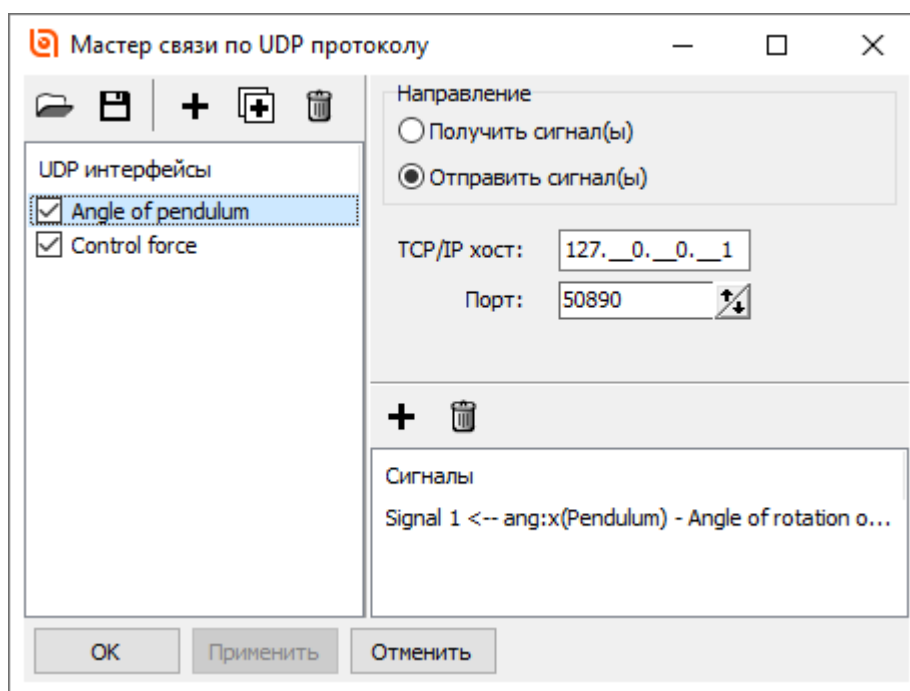
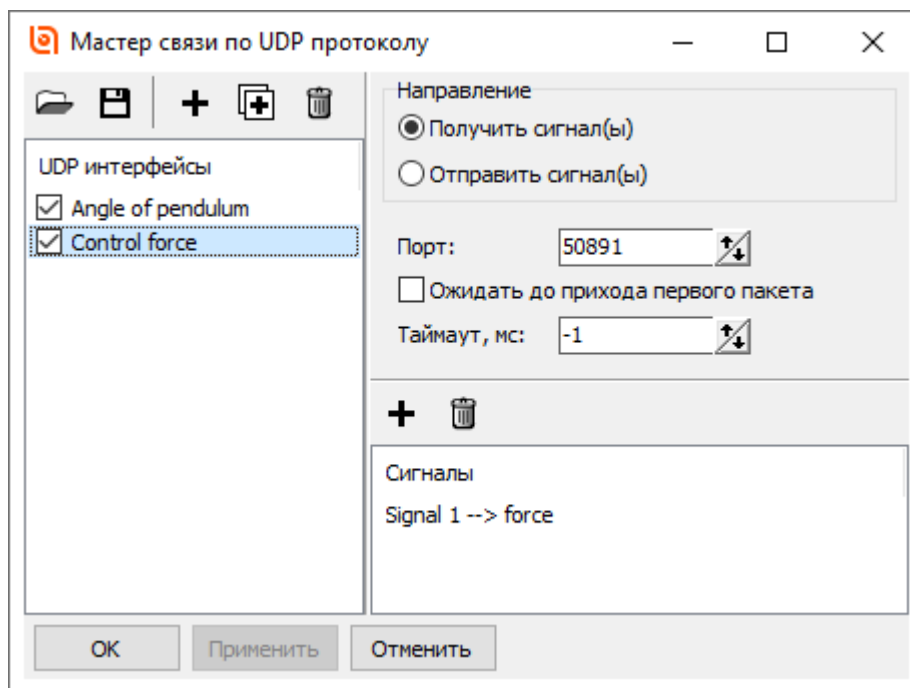

Рис. 4.24. Описание выходных сигналов в **Мастере связи по UDP протоколу**
Рис. 4.25. Описание входных сигналов в **Мастере связи по UDP протоколу**
3. Откройте окно **Мастера связи по UDP протоколу** с помощью пункта меню **Инструменты / Внешние интерфейсы / UDP интерфейс**, см. рис. 4.24. Настройки UDP интерфейса загрузились автоматически при загрузке модели из файла last.udp. Модель в «Универсальном механизме» полностью настроена и готова к работе. Ниже рассмотрим основные особенности модели и подключения по UDP.
Как мы видим в описании UDP протокола на рис. 4.24, угол отклонения маятника отправляется в порт 50890, а управляющая сила приходит в порт 50891, см. рис. 4.25.